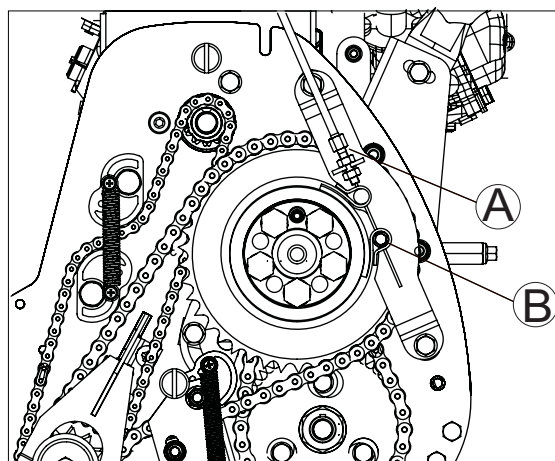

Fig 8.15a
Fare riferimento alla Fig 8.15a per il freno di stazionamento delle macchine Marquis e Super Bowl.
2. Far passare il cavo del freno attraverso la staffa di collegamento, quindi tirare il cavo interno attraverso il perno girevole e fissarlo con la vite [B] (Fig 8.15a).
3. Con la leva del freno di stazionamento tirata, regolare i controdadi [A] (Fig 8.15a e 8.15b) in modo che il pattino del freno eserciti sul tamburo una forza sufficiente a mantenere la macchina ferma su un pendio di 15° e, al tempo stesso, non tocchi il tamburo quando il freno non è stato azionato dall'operatore.